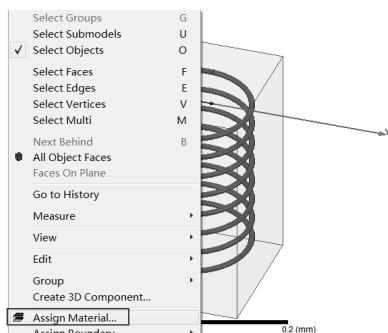

图 19-81 赋予材料属性
Step1：赋予材料属性。在模型树中选择 COIL 模型名，右击后在弹出的快捷菜单中选择 Assign Material 命令，如图 19-81 所示。此时会弹出 Select Definition 对话框。